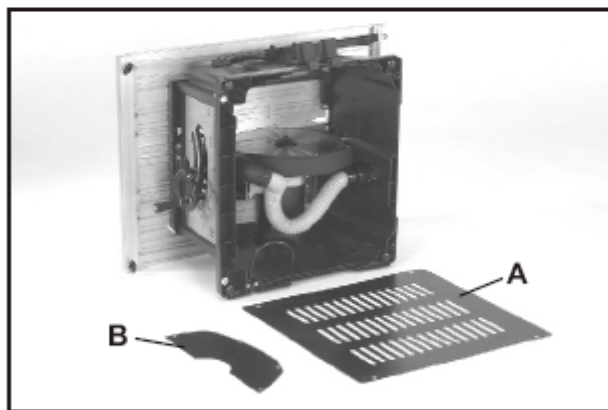

Fig 19.
2. Otez le carter de protection de la lame (B de la Fig. 19) et le couvercle du socle (A).
6. Remettez le couvercle du socle (A de la Fig. 19).